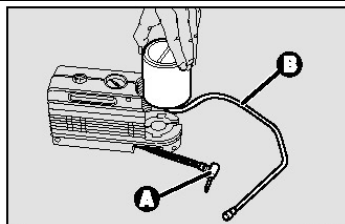

рис.23
- отсоединить соединение **A**-рис.23;